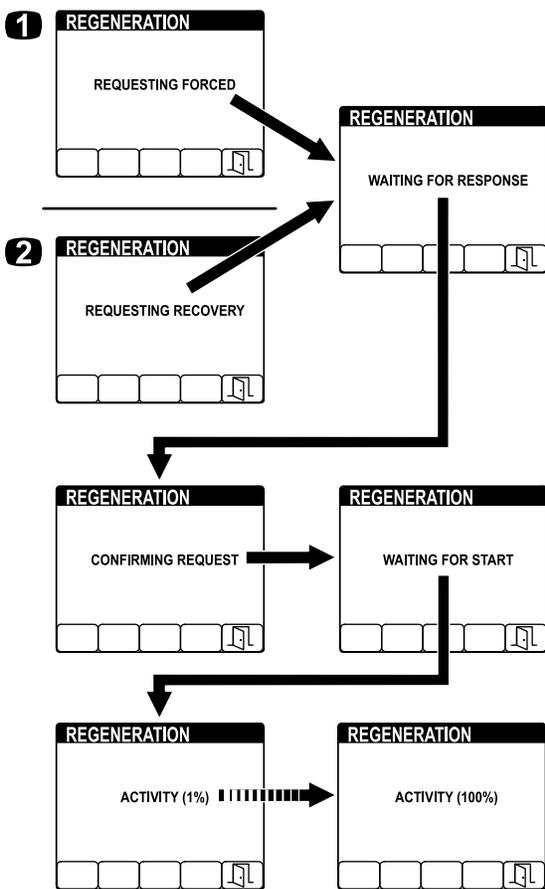

Рисунок 69
4. Во время процесса регенерации на дисплее инфо-центра отобразится ряд сообщений (Рисунок 69):